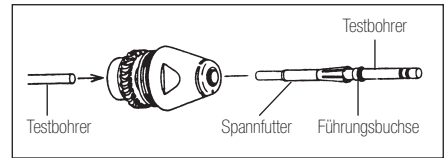

Abb.12
- 3) Nach Abnahme der Rotorschacht-Mutter das Spannfutter vorsichtig mit dem Testbohrer oder dem Schaft des Bohrers von hinten herausdrücken. Die Führungsbuchse und das Spannfutter können herausgenommen werden (Abb. 12).